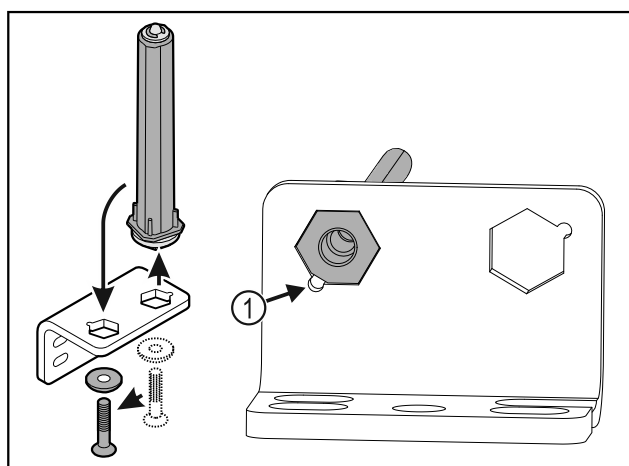

Fig. 40
- ▶ Dbajte na to, aby pri nasadzovaní ukazoval úkos čapu Fig. 40 (1) k okrúhlemu otvoru.